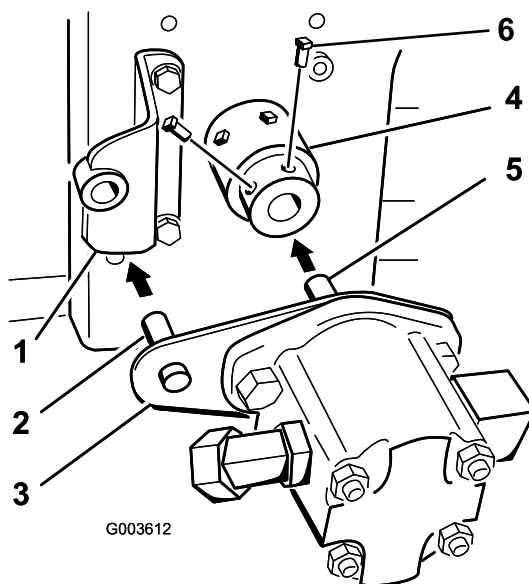

**Рисунок 20**
6. Вставьте квадратную шпонку (1/4 x 1 дюйм) в паз вала механизма отбора мощности двигателя (Рисунок 20).
7. Совместите ступицу в сборе с квадратной шпонкой и установите ее на вал механизма отбора мощности двигателя (Рисунок 20).
8. Нанесите стопорящий состав для резьбы, допускающий снятие, на 2 установочных винта (5/16 x 3/4 дюйма) и вставьте их в ступицу в сборе для закрепления на валу механизма отбора мощности (Рисунок 20).